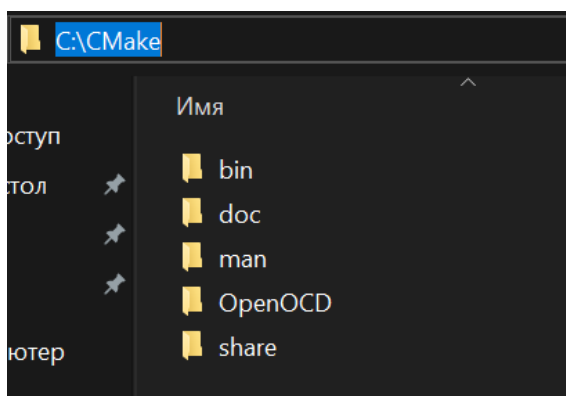

Рисунок 29 – Папка OpenOCD расположенная в директории CMake
1. Скопировать директорию <MounRiver>/toolchain/OpenOCD в произвольное место. Я поместил папку с OpenOCD в каталог CMake (рисунок 29);